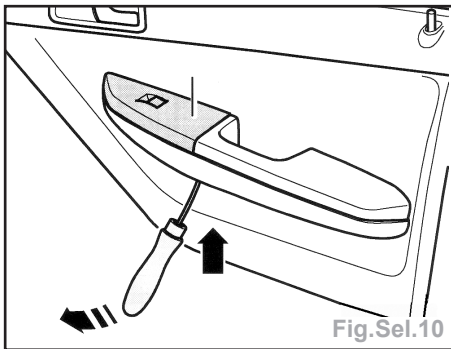

Fig.Sel.10
- déposer le cache (1) (Fig.Sel.10),